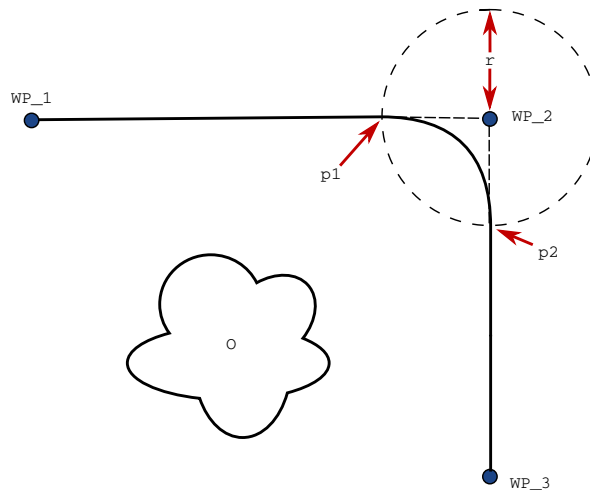

Figura 14.3: Transizione lungo WP\_2 con raggio  $r$ , posizione di transizione iniziale in  $p1$  e finale in  $p2$ .  $\circ$  è un ostacolo.
**Parametri di transizione** Oltre ai punti percorso, diversi parametri influenzeranno la traiettoria di transizione (vedi figura 14.3):